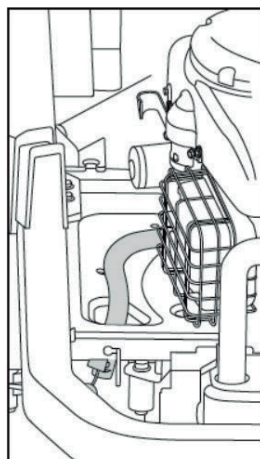

FIG.30B
6. GIRE NO SENTIDO ANTI-HORÁRIO E PUXE O BUIÃO DE DRENAGEM PARA FORA. (FIG.30B)